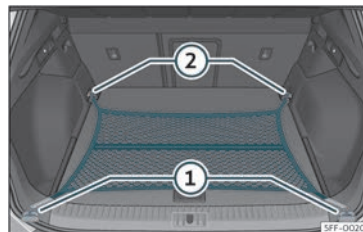

Fig. 116 Na bagageira: rede de separação engatada nivelada com o solo.
- Fixe os ganchos da rede nas argolas de fixação ① e ②»»» Fig. 116 »»» ⚠. O fecho de correr do saco deve ficar voltado para cima.